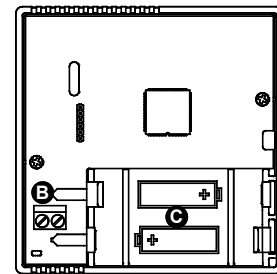
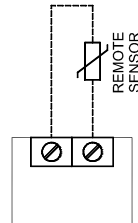

Fig. 6
Fig. 7
**4** - Inserir correctamente las baterías (respetando la correcta polaridad) en el compartimiento baterías (C de Fig. 6), no usar pilas descargadas, usar pilas alcalinas.
- Realizar la conexión eléctrica de la eventual sonda remota utilizando el conector 'REMOTE SENSOR' (B de Fig. 6), siguiendo el esquema de conexión de Fig. 7; luego ajustar correctamente el parámetro P10. Leer el párrafo 'CONFIGURACIÓN INSTALADOR'.